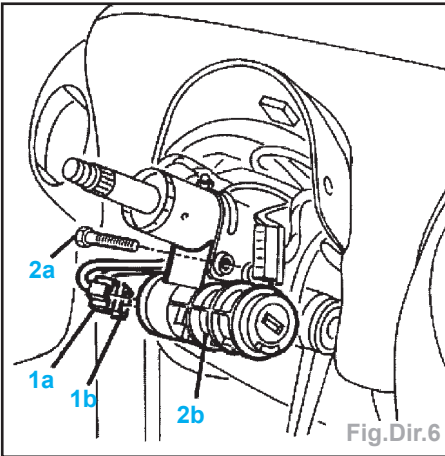

Fig.Dir.6
- Débrancher les connexions (1a et 1b) (Fig.Dir.6).